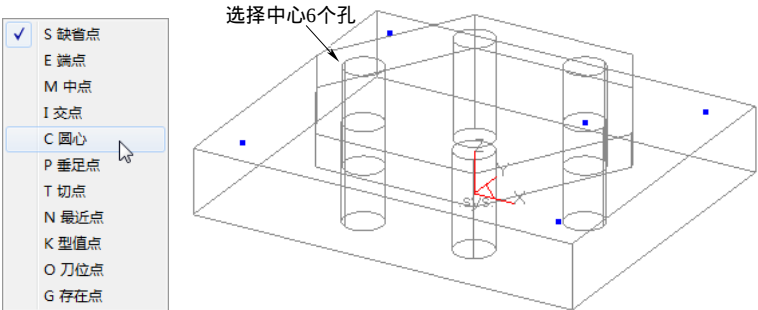

图 8-145 选择孔
3) 单击“确定”按钮后，系统提示：拾取点，按空格键，在弹出的快捷菜单中选择“圆心”，依次选择如图 8-145 所示的孔边圆。